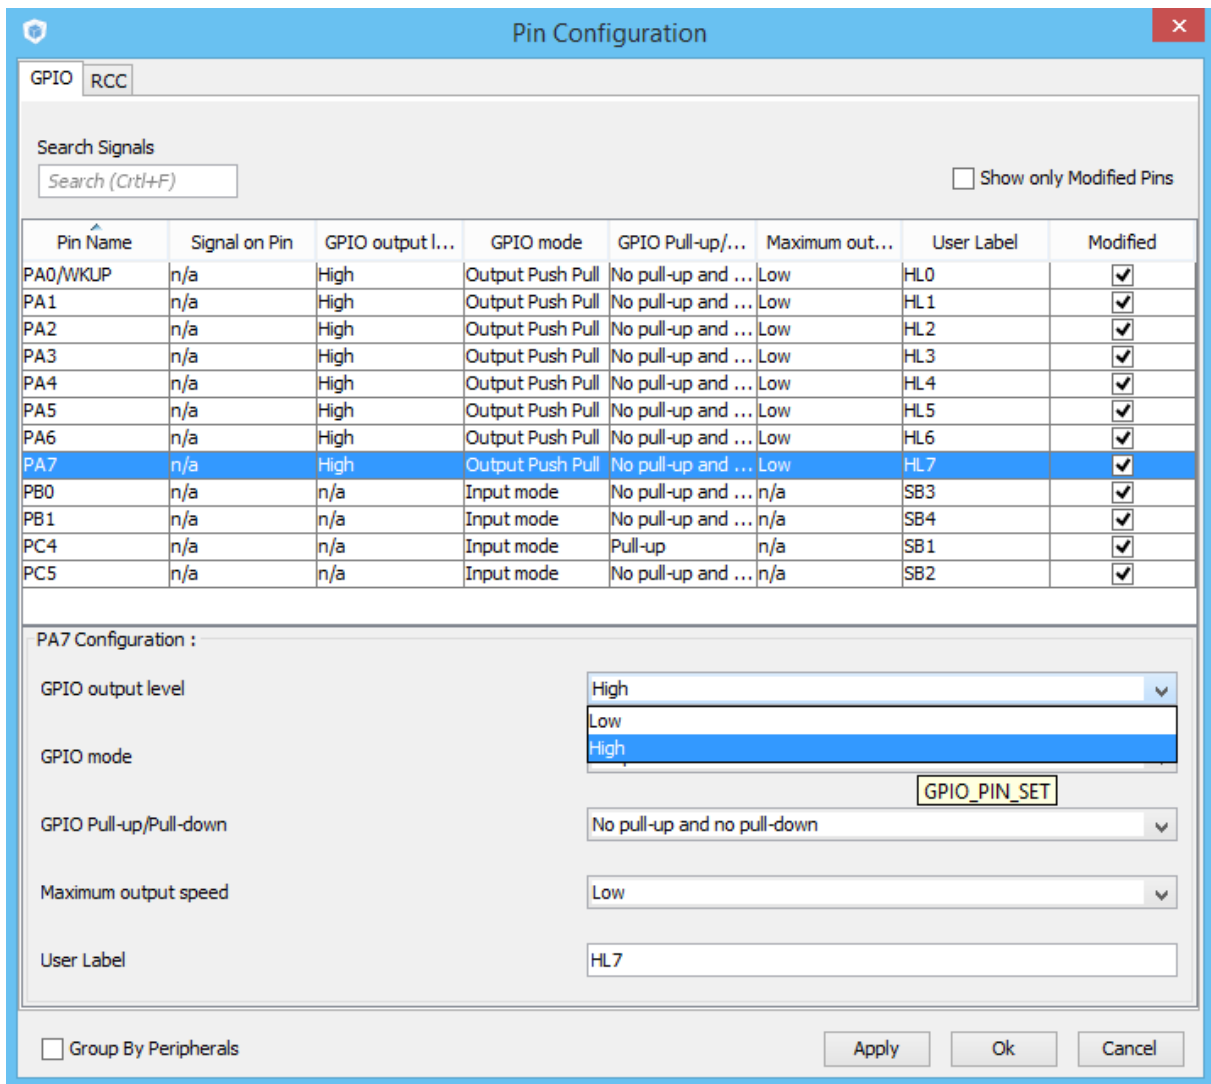

Рисунок 2.10 – Розширені налаштування GPIO
Тепер перейдемо до вкладки Configuration для більш розширеного налаштування портів вводу-виводу. В колонці System таблиці обираємо GPIO (General Purpose Input/Output). Виконаємо налаштування кожного піну, що сконфігурований на вивід, тим самим виконаємо перший блок з символом процесу на схемі програми, тобто «Світіння HL0..HL7». Щоб загорівся світлодіод, треба вивести високий логічний рівень на конкретний вивід порту, як показано на рисунку рисунок 2.10.
2. Після завершення функції ініціалізації портів введення-виведення *MX_GPIO_Init()* світлодіоди мають засвітитися, – адже ми раніше в *STM32CubeMX* налаштували потрібні лінії на високий рівень напруги (Рисунок 2.10).